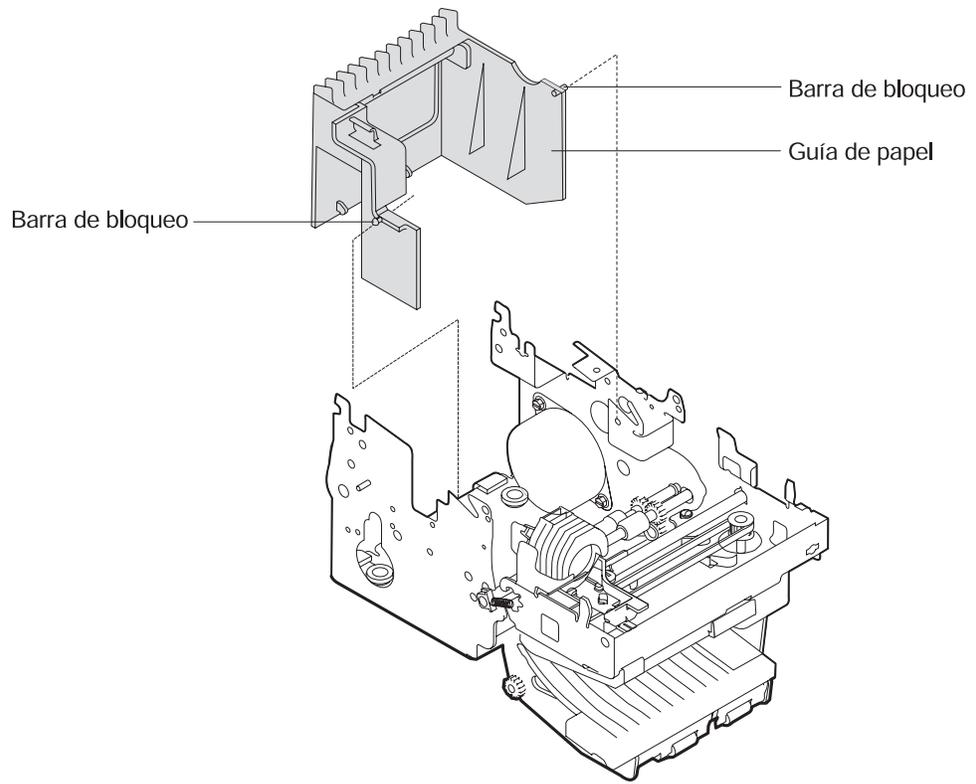

Figura 4-56. Extracción de la guía del papel de recibo del cliente
- 7. Libere las dos barras de bloqueo del bastidor y extraiga la **guía del papel de recibo del cliente**. Consulte la Figura 4-56 en la página 4-70.